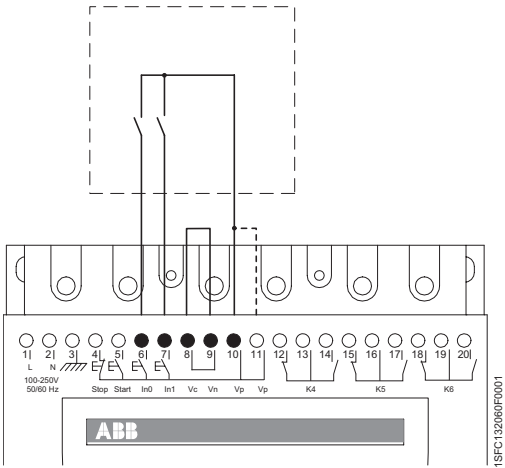
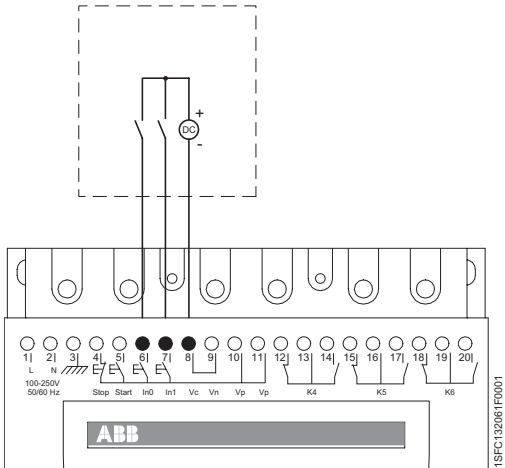

图 18：内部控制电源
图 19：外部控制电源
- 1. 视乎所采用控制电源情况(内部或外部)，按照图 18 或图 19 进行电缆连接。